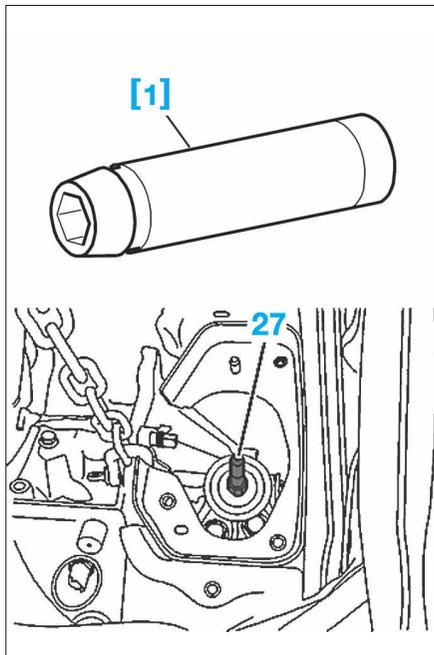
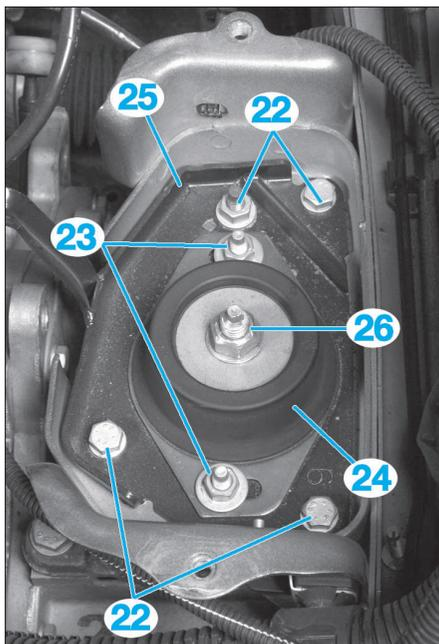

FIG. 9
FIG. 8
[1]. Douille de dépose de l'axe de fixation de boîte de vitesses sur le support (Fig.9).
- les vis (19) et (20)
- le renfort impacteur (21)
- la vis (16)
- les écrous (17)
- l'impacteur (18).
- Déposer (Fig.8) :
- l'écrou d'axe de boîte de vitesses (26)
- les écrous de cale élastique (23)
- la cale élastique (24)
- les vis et l'écrou (22) du support (25)
- le support (25).
- Déposer (Fig.9) :
- l'axe de boîte de vitesses (27) et sa rondelle à l'aide de l'outil [1]